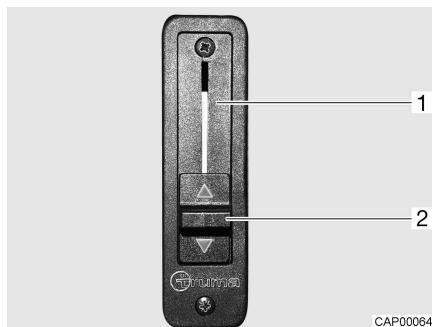

Bild 4 Skjutreglage för kanalspär
- Skjut skjutreglaget (Bild 42) hela vägen upp. Kanalspärren (Bild 4,1) är öppnad. Värmesystemet för bodelen värmer även vindrutan.